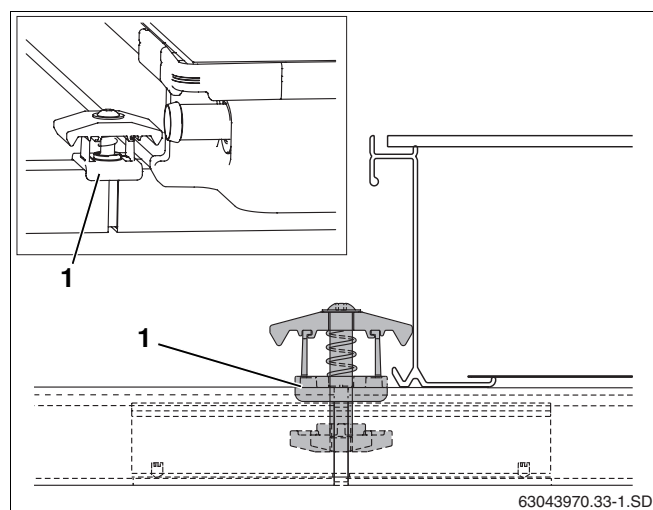

Fig. 48 Montage du tendeur double face
- ▶ Insérer le tendeur double face avec l'écrou dans l'ouverture des rails profilés et des connecteurs jusqu'à ce que la patte d'écartement en plastique Fig. 48, **Pos. 1**) enveloppe le rail profilé.